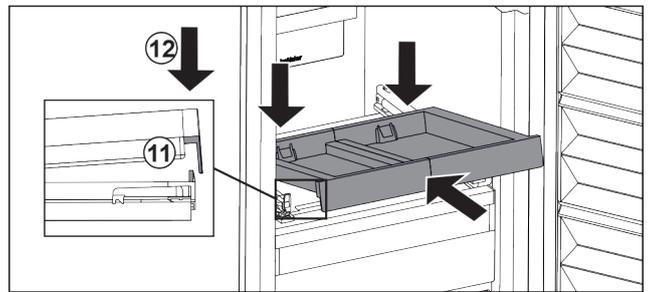

Fig. 98
- ▶ Inserire in modo inclinato. Assicuratevi che l'arresto sia dietro la linguetta su entrambi i lati. Fig. 98 (11)
- ▶ Abbassare il ripiano estraibile nella parte anteriore. Fig. 98 (12)